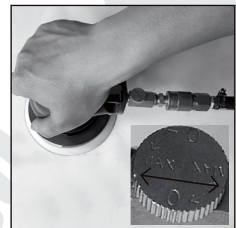

Рис. 4
6. Поверните регулятор в положение «МАХ». Нажмите на педаль пускового механизма одной рукой. Инструмент начнет работать (см. рис. 4)